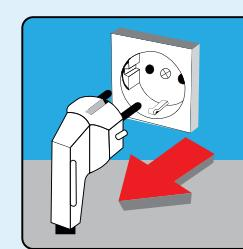

IMAGEN 9
- Retire el enchufe de la toma de su producto. (Imagen 9)